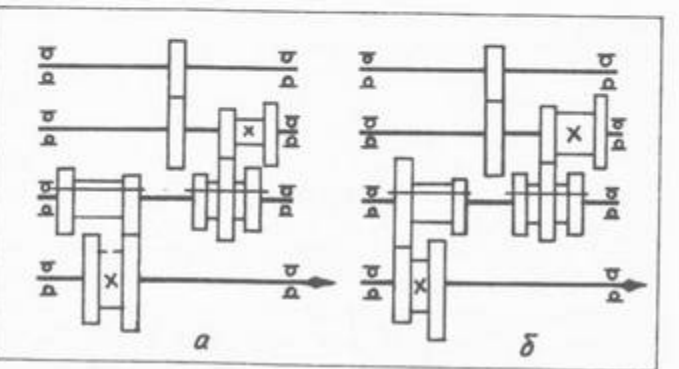

Рис. 6
17. Укажите схему (рис. 6) с большим числом оборотов шпинделя станка. Ответ: а.